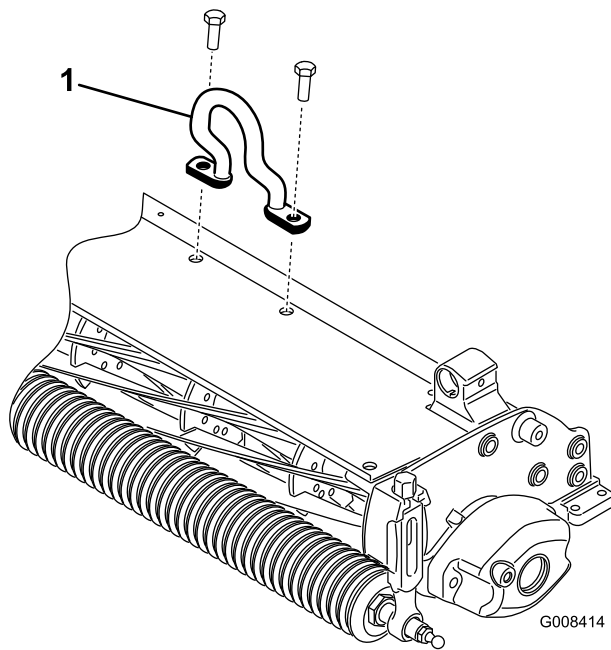

図 12
2. M10-1.5 ボルト (2 本) を使用して、カuttingユニット上部にオフセット・リフト・フック (図 12) を取り付ける。各ボルトを 3.46 ~ 4.15 kg.m にトルク締めする。(34-40 Nm)。オフセット・リフト・フックは、フックを前に向けて取り付ける。